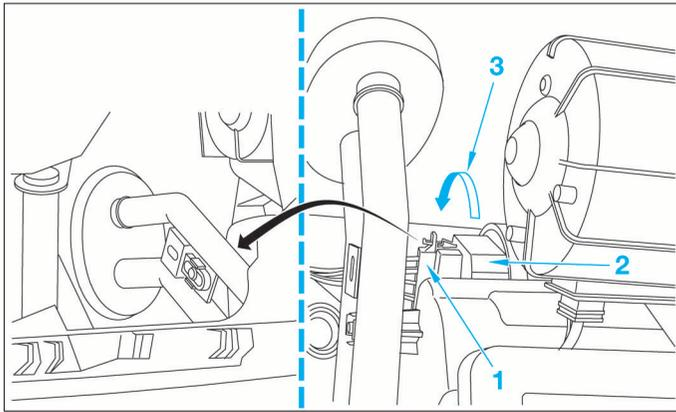
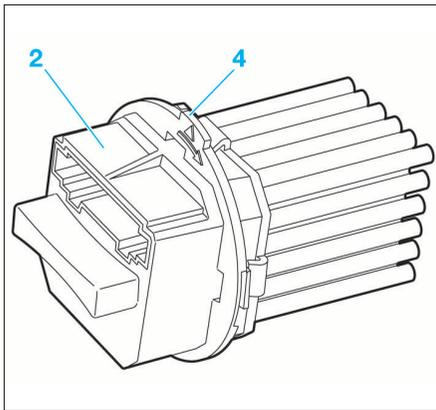

FIG. 14
FIG. 15
- Débrancher le connecteur (1) (Fig.14).
- Déverrouiller le module de commande (climatisation automatique) ou la résistance (climatisation manuelle) (2) en effectuant une rotation dans le sens antihoraire (3) pour le déposer.
À la repose, remettre le module (2) en place, repère (4) orienté vers le haut (Fig.15).